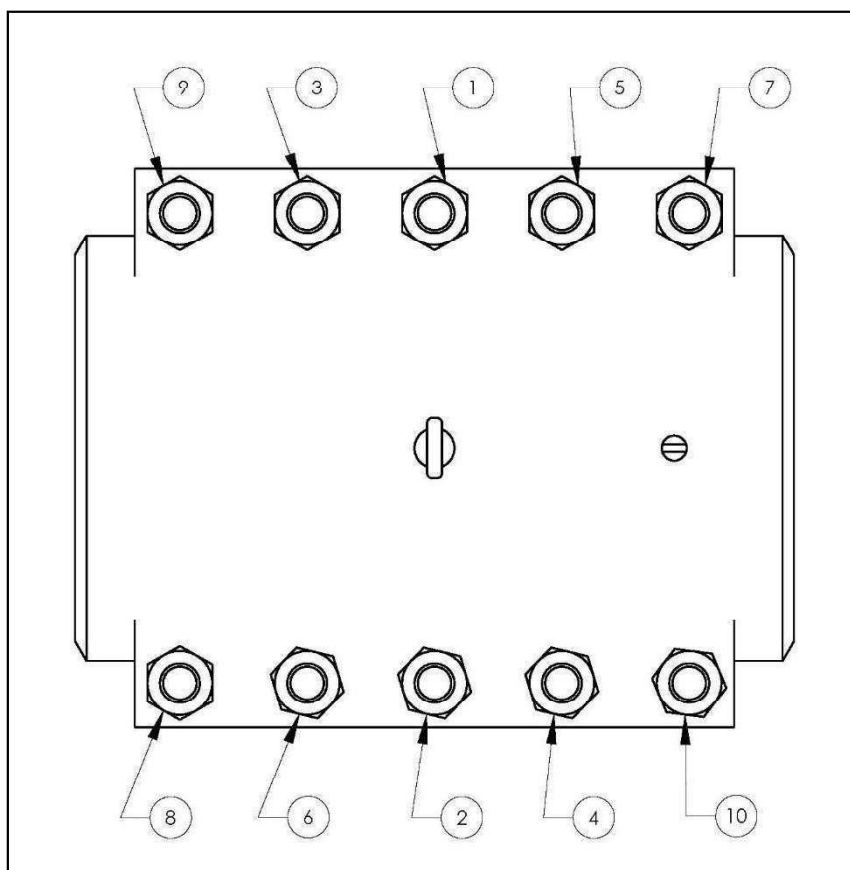

Figura 9
7. Apriete los espárragos de manera uniforme, según el valor indicado para el tamaño de perno en la **Tabla de pares de apriete de PLIDCO** ubicada en la página 14 de estas instrucciones. Los mejores resultados se obtienen manteniendo una separación igual todo alrededor de las barras laterales mientras se aprietan los espárragos. Para asegurarse de que haya un acoplamiento completo de la rosca debe tenerse un mínimo de 1/4 pulgadas (6.4 mm) del espárrago extendiéndose más allá de la tuerca. La secuencia de apriete de los espárragos debe seguir el patrón que se muestra en la Figura 9 y debe realizarse repetidamente como sigue: